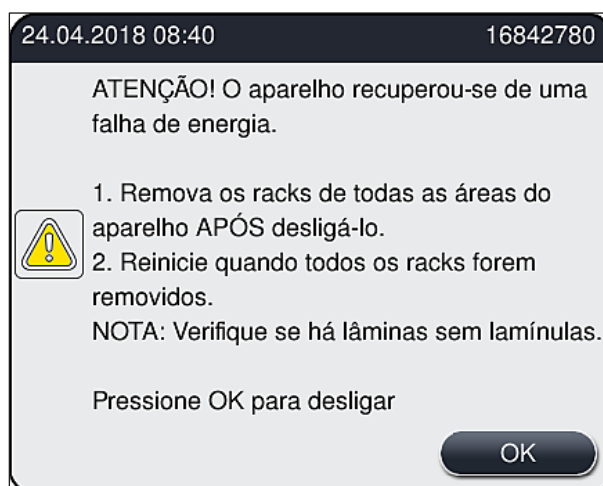

Fig. 109
- Após a alimentação ser restaurada, o aparelho realiza a inicialização automaticamente. O usuário é notificado sobre a falha de energia por meio de uma mensagem de informações (→ Fig. 109) na tela e o evento é inserido no registro de eventos.
- ⓘ Após a alimentação ser restaurada, o aparelho realiza a inicialização automaticamente. Um sinal de aviso sonoro soa e uma mensagem de aviso é exibida no monitor (→ Fig. 109).
Siga então as instruções na mensagem de informações (→ Fig. 109) e remova as lâminas do aparelho.